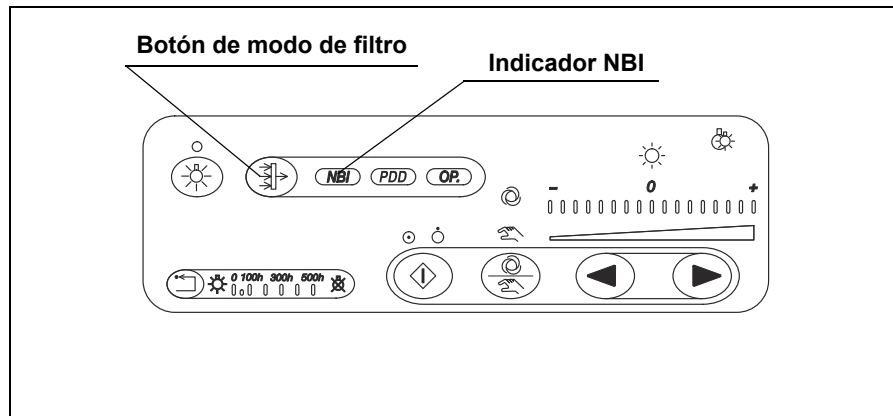

Figura 3.12
1. Compruebe que el botón de modo de filtro está iluminado y que el indicador "NBI" se ilumina en color verde (véase la figura 3.12).